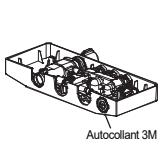

Figure 4
- b) Retirez la vis en cuivre à l'arrière et enlevez l'autocollant 3M (Figure 4).